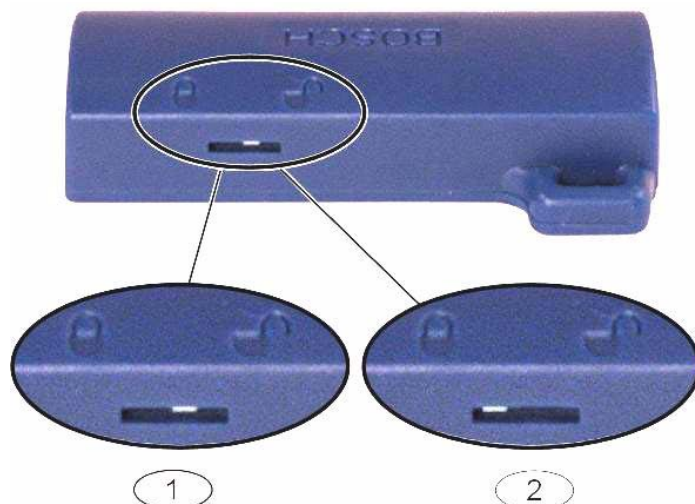

Bild 4.2 Parametrierschlüssel-Schlosspositionen
2. Den Schalter des Schlüssels auf die gewünschte Position stellen. Siehe Bild 4.2.